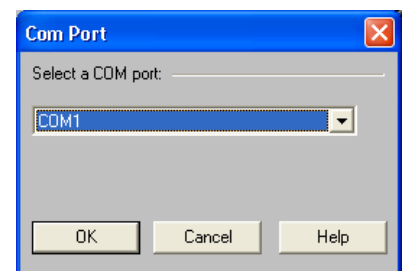

FIGURE 2-1 : Boîte de dialogue « COM Port »
- b) La boîte de dialogue « COM Port » s'ouvre, comme illustré à la figure 2-1.